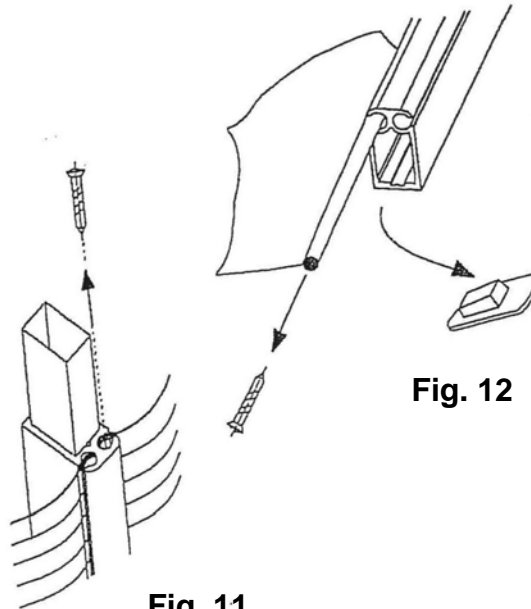

Fig. 11
- Obere Kederschraube herausdrehen (Fig. 11).